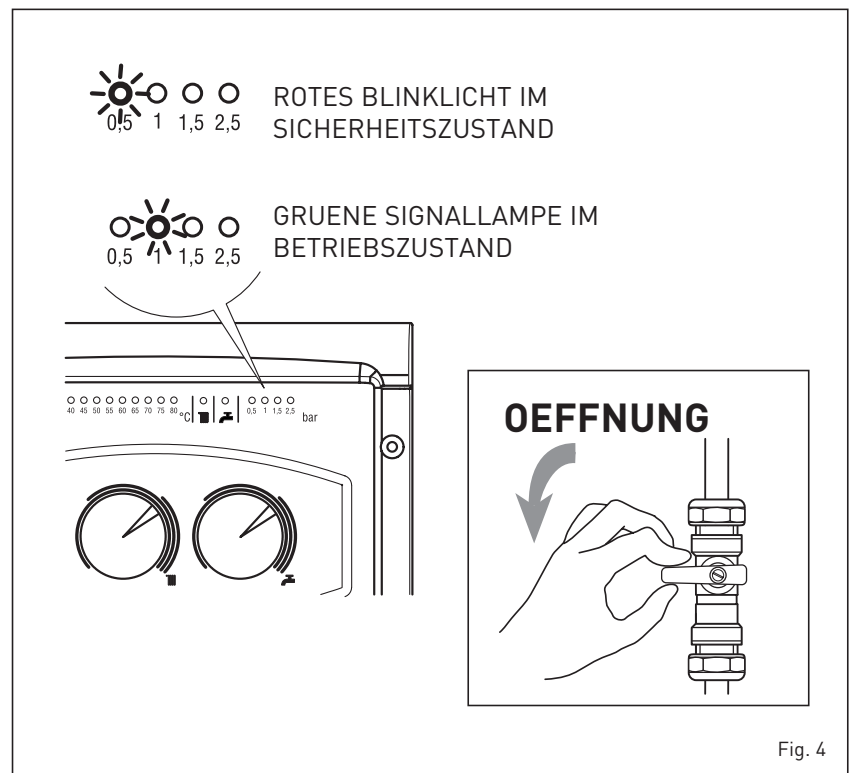

Fig. 4
– Ungenügender Wasserdruck (fig. 4)